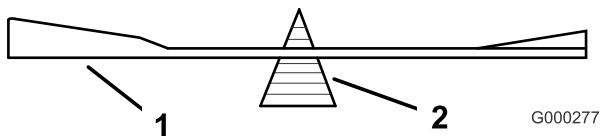
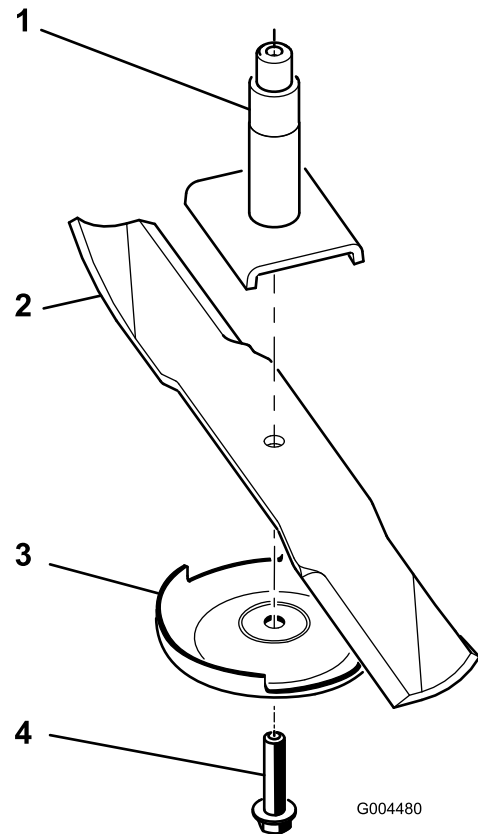

Figure 24
Figure 25
2. Enlevez le boulon, la plaque anti-scalp et la lame de l'axe de pivot (Figure 25).
2. Vérifiez l'équilibre de la lame en la plaçant sur un équilibreur (Figure 24). Si la lame reste horizontale, elle est équilibrée et peut être utilisée. Si la lame est déséquilibrée, limez un peu l'extrémité de la partie relevée seulement (Figure 25). Répétez la procédure jusqu'à ce que la lame soit équilibrée.
1. Placez la lame sur l'axe (Figure 25).
2. Montez la plaque anti-scalp et le boulon de lame (Figure 25).